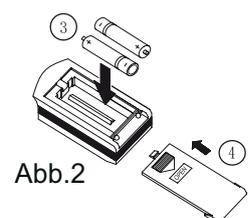

Abb.2
3. Legen Sie zwei neue Batterien ein (Typ AAA 1,5V), achten Sie dabei auf die korrekte Polung (Pkt. 3 Abb.2).
4. Bringen Sie die Abdeckung wieder an (Pkt. 4 Abb. 2).